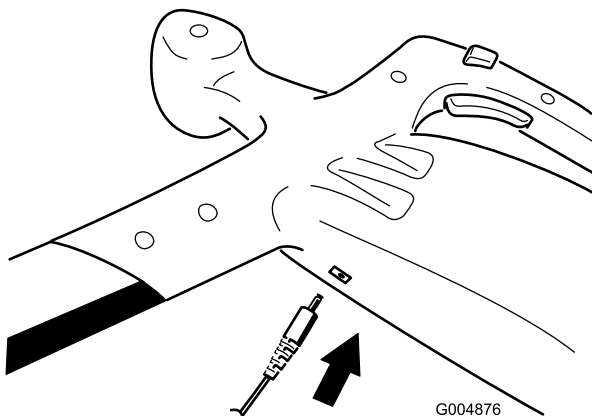

Figure 3
1. Branchez la prise du chargeur à celle de la débroussailleuse (Figure 3).